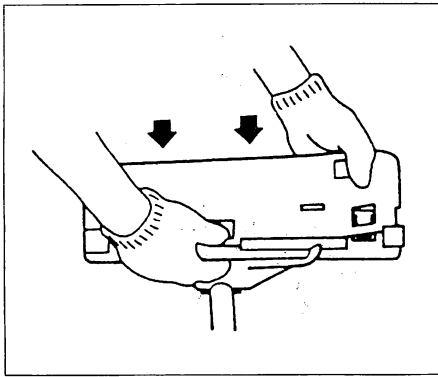
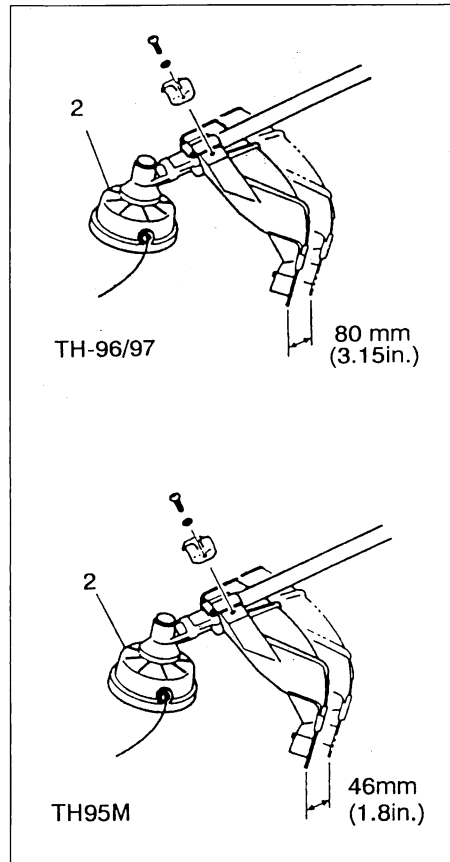

Fig. 1-9
Fig. 1-9B
En When using a trimmer head (2) with two piece type blade guard, attach the guard extension to the blade guard. (Fig. 1-9) Then locate the guard above the angle transmission. (Fig. 1-9B)
Fr Lorsque l'on utilise une tête de débroussailluse (2) avec une plaque de protection de lame de type de deux pièces, veuillez fixer l'extension de la plaque de protection à la plaque de protection de la lame. (Fig. 1-9) Puis positionner la plaque de protection au-dessus du renvoi d'angle. (Fig. 1-9B)
It Quando si usa una testina tosaerba (2) con coprilama di tipo di due pezzi, applicare l'allungamento al coprilama. (Fig. 1-9) Quindi posizionare il coprilama di distanza al di sopra dell'ingranaggio concorrente. (Fig. 1-9B)
Ge Bei Einsatz eines Trimmerkopfs (2) mit Doppelstückmesserschut die Schutzverlängerung am Messerschut befestigen. (Fig. 1-9) Danach den Messerschut über dem Winkelgetriebe positionieren. (Fig. 1-9B)
Sp Cuando use el cabezal recortador (2), con el protector de cuchilla tipo de dos piezas, conecte el protector de extensión al protector de cuchilla. (Fig. 1-9) Luego se fijará el protector encima del ángulo de transmisión. (Fig. 1-9B)
Sw Vid användning av trimmerhuvudet (2) försedd med tvådelat klingskydd skall skyddsörlängningen fästas vid klingskyddet. (Fig. 1-9) Montera sedan skyddet ovanför vinkeltransmissionen. (Fig. 1-9B)